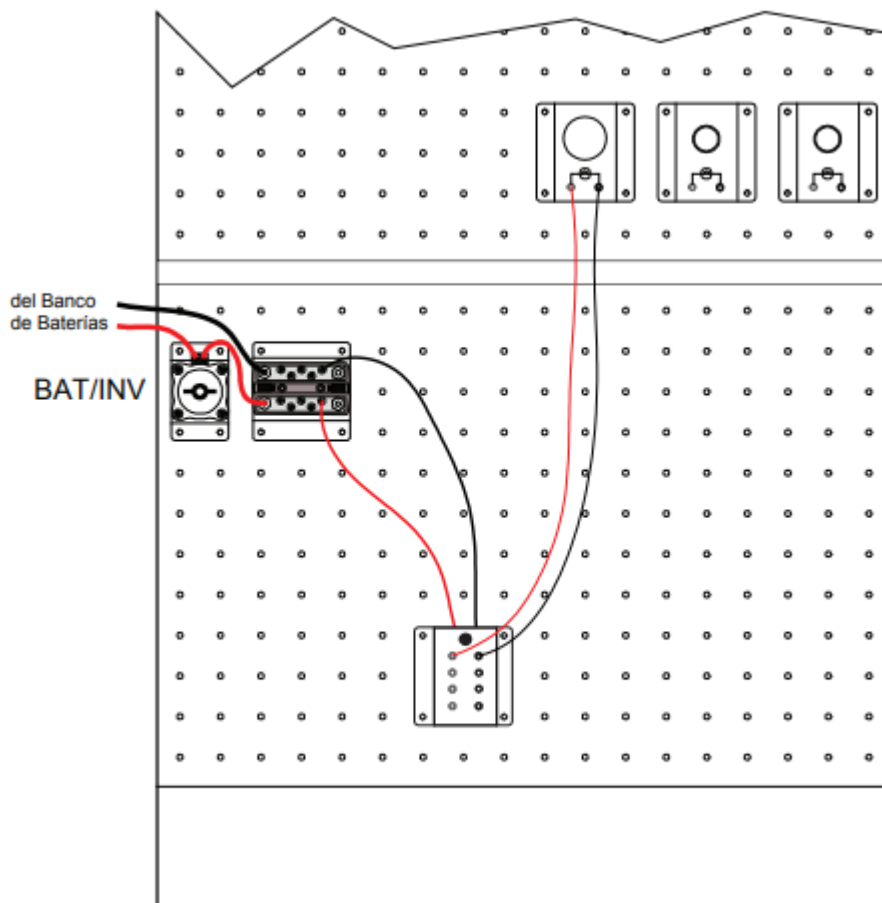

Figura 4-4. Cableado del sistema.
6. El equipo didáctico debe estar conectado de una manera similar a lo observado en la figura 4-4.